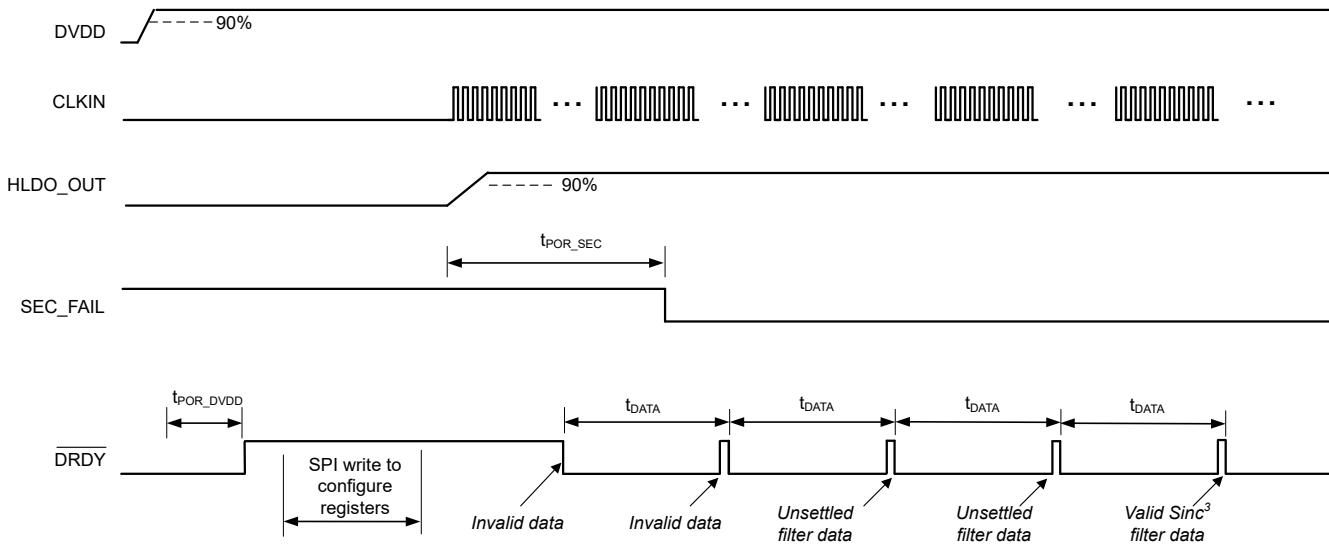
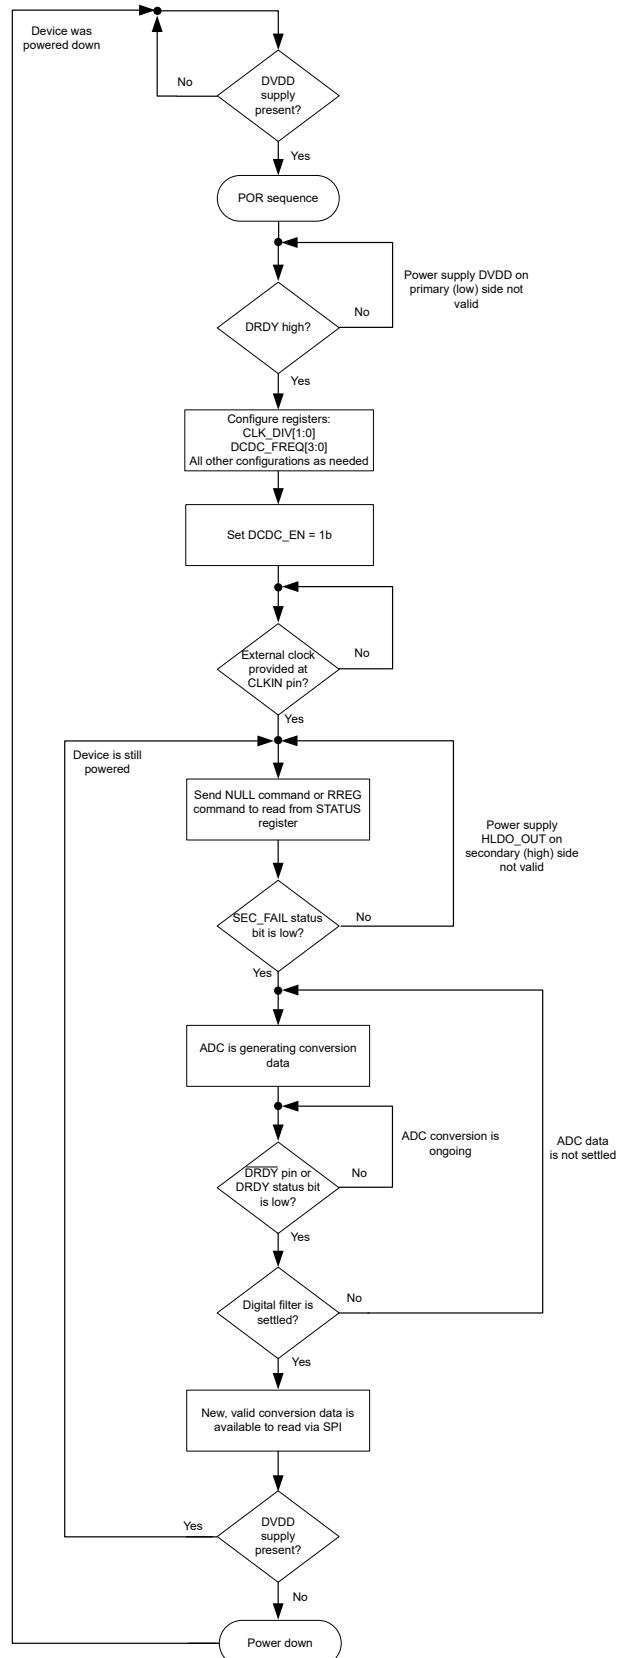

图 8-13. 上电启动行为和稳定时间，OSR = 1024
图 8-14. 上电启动过程的流程图
本节介绍了 AMC131M01 上电的推荐步骤。图 8-13 所示为使用此建议序列时器件行为的时序图。图 8-14 以图形方式提供了建议序列的流程图。
- DRDY 从高电平转换到低电平表示新的转换数据可用。如图 8-13 所示，只有 SEC_FAIL 在转换期间读取为 0b 时，ADC 数据才有效。图 8-13 中显示的前两个转换结果表示无效数据。
- 当 ADC 生成有效数据时，数字滤波器必须稳定，如 **SINC³** 和 **SINC³ + SINC¹** 滤波器 部分所述。图 8-13 中展示的两个后续转换结果是未稳定的结果（假设 OSR 等于 1024），而显示的最后一个转换结果提供了有效的稳定数据。
在图 8-13 中，t_{POR_SEC} 是从启用直流/直流转换器到 SEC_FAIL 位的第一个下降沿的时间，其中后者表示 HLDO_OUT 引脚上的次级电源已稳定。t_{POR_DVDD} 是从 DVDD 电源 90% 到 DRDY 第一个上升沿的时间。